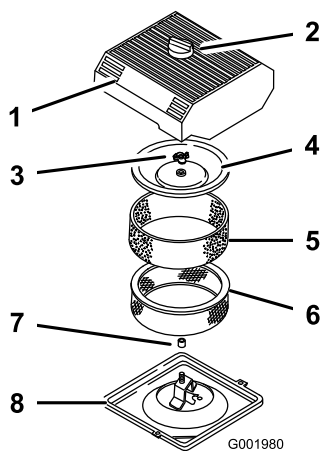

図 43
3. エアクリーナを外したときエンジン内部に異物が入らないよう、周辺をきれいに拭く (図 43)。
4. エア・クリーナのカバーのノブをゆるめてカバーを外す(図 43)。
5. ペーパー・エレメントからスポンジ・エレメントを注意深く取り外す(図 43)。
6. カバー・ナットを外し、カバーとペーパー・エレメントを外す(図 43)。
1. ペーパー・エレメントにスポンジ・エレメントを注意深く取り付ける(図 43)。
3. カバー・ナットを取り付けて指締めする(図 43)。
4. エア・クリーナのカバーとノブを元通りに取り付ける(図 43)。